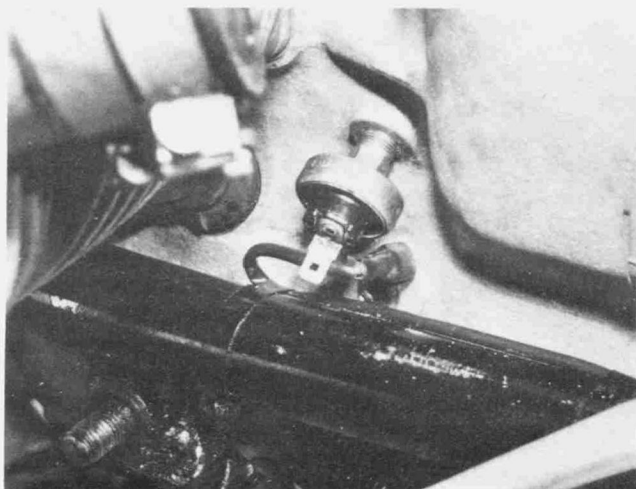

Bild 44
- Das Kabel für den Öldruckschalter hinter der linken Zylinderbuchse abziehen und den Öldruckschalter zum Vermeiden von Beschädigungen ausbauen (Bild 44).